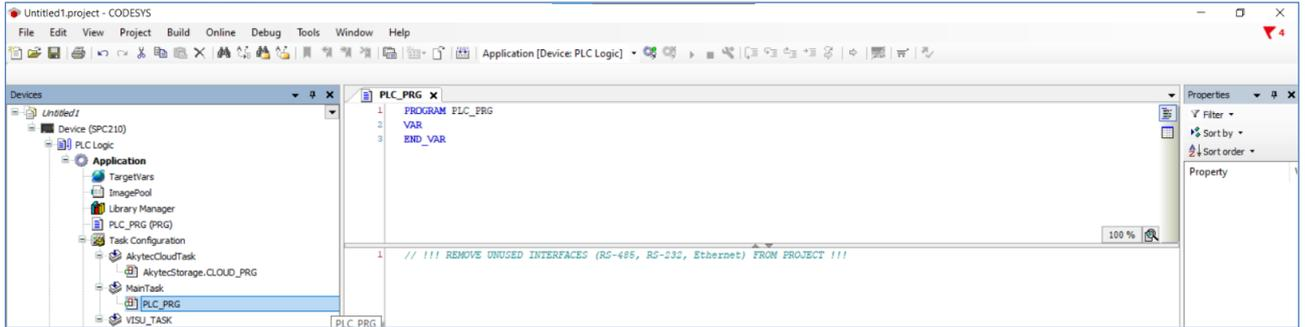

Abb. 15.3
1.3. Deklarieren Sie die notwendigen Variablen in PLC_PRG (Abb. 15.3).